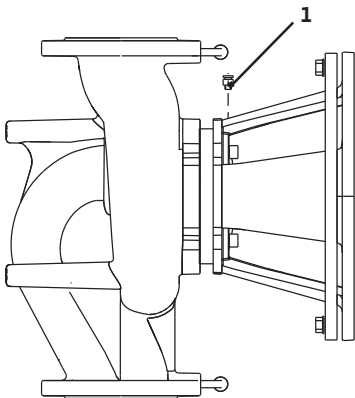

Fig. 43: Supapă de dezaerare
- Aerisiți pompele prin deschiderea supapelor de dezaerare (fig. 43, poz. 1). Funcționarea în gol distruge etanșarea mecanică a pompei. Este interzisă dezaerarea senzorului de presiune diferențială (pericol de distrugere).